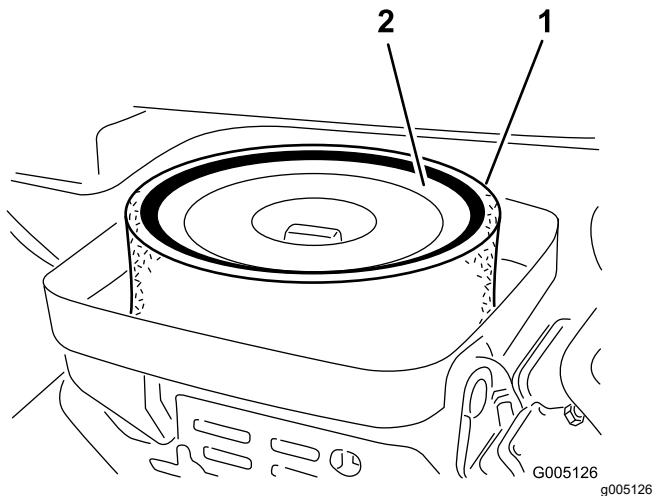

Bild 39
3. Entfernen Sie die Flügelmutter, mit der die Einsätze am Luftfiltergehäuse befestigt sind (Bild 39).
4. Nehmen Sie einen verschmutzten Schaumeinsatz vorsichtig vom Papiereinsatz ab (Bild 39). Reinigen Sie ihn gründlich wie folgt: